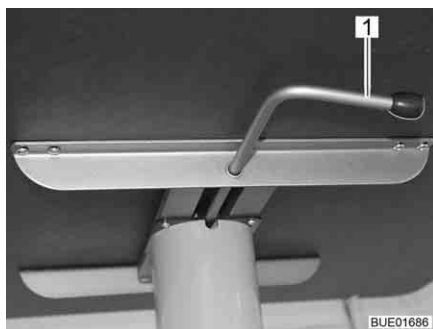

Fig. 83 Tavolo rialzabile
- Ruotare la leva di serraggio (Fig. 83,1) verso sinistra. Il bloccaggio del meccanismo di sollevamento è aperto.
- Ruotare la leva di serraggio (Fig. 83,1) verso destra (Fig. 83). Il meccanismo di sollevamento è bloccato.
- Ruotare la leva di serraggio (Fig. 83,1) verso sinistra. Il bloccaggio del meccanismo di sollevamento è aperto. Il piano del tavolo si sposta verso l'alto fino al fine corsa.
- Ruotare la leva di serraggio verso destra (Fig. 83). Il meccanismo di sollevamento è bloccato.